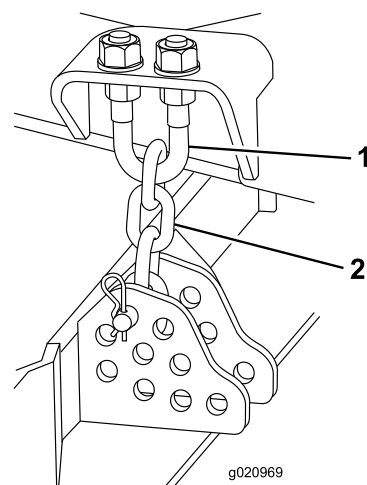

図 81
1. 刈高チェーンのUボルトの上側または下側についているジャムナットをゆるめる 図 81。